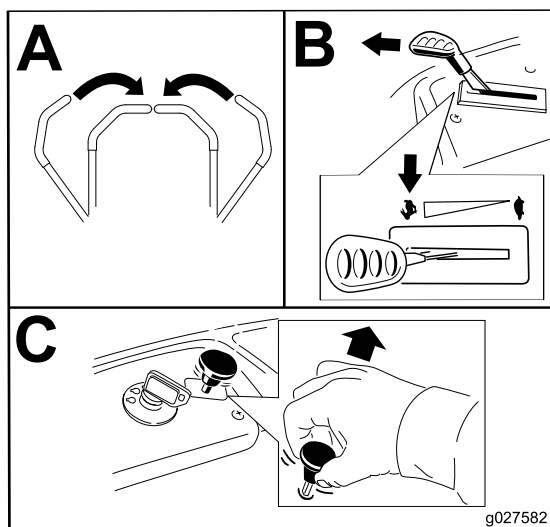

Figure 11
Remarque: Engagez toujours les lames en plaçant la commande d'accélérateur à la position HAUT RÉGIME (Figure 11).
1. Désengagez les lames en plaçant la commande des lames en position DÉSENGAGÉE (Figure 11).